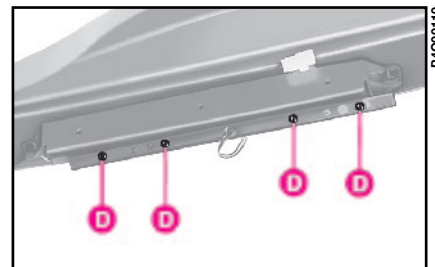

fig. 33
3) afloje los 4 tornillos **D-fig. 33** y separe el grupo lámparas del transparente;